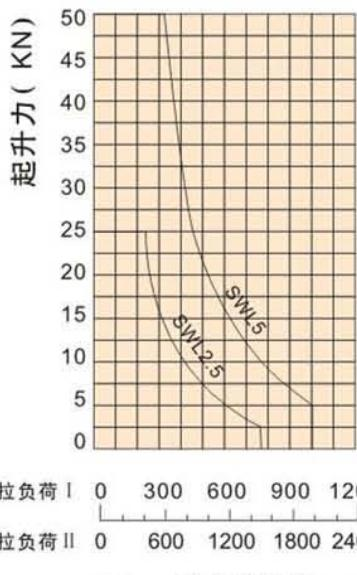
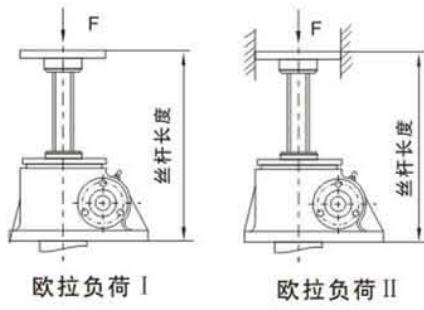
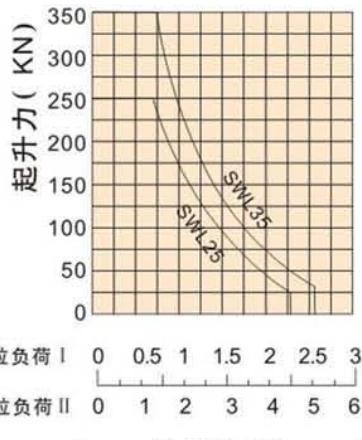

图2 丝杆长度 (mm)
图1
图4 丝杆长度 (mm)
根据丝杆行程和提升负荷查图1~图4，找出所需升降机的型号，再查提升力和提升速度表，校核提升速度是否满足要求。
根据F=20KN，丝杆行程=400mm查图2，选择SWL5升降机。再查提升力和提升速度表核对SWL5升降机在25KN负荷下只允许0.526m/min的速度,只有重选大型号的升降机.再查提升力和提升速度表得知SWL10在 20KN负荷下允许提升速度为1.44m/min而满足要求。
- ★1) 当压力负荷减小时，提升高度可随之增大(两者具体关系详见图2~图4)；